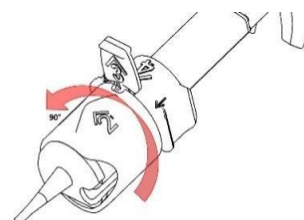

Рис. 2a
5. Поверните прозрачное вращающееся кольцо, в направлении указанном стрелкой, обозначенной символом «2», на 90 градусов, до фиксации отмеченной с отчетливым щелчком (Рис. 2a).